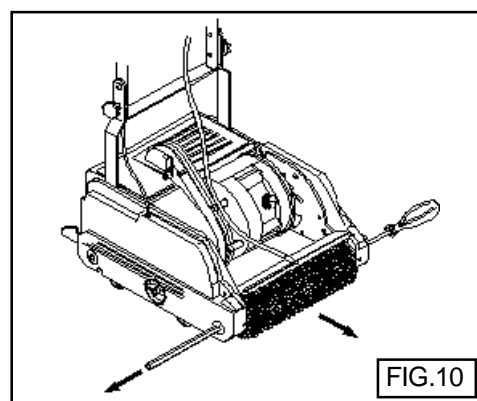

FIG.10
13.1.1 Vordere Bürste (FIG. 10)